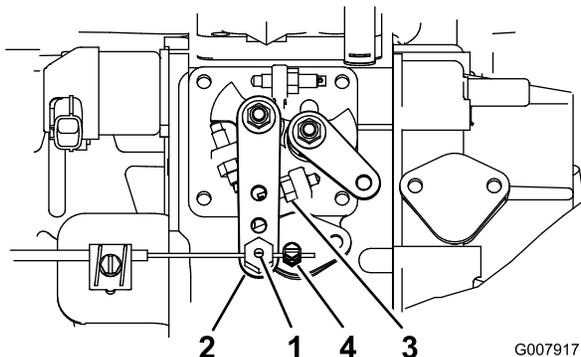

Рисунок 65
2. Ослабьте соединитель на тросике дроссельной заслонки рядом с рычагом насоса для впрыска топлива (Рисунок 65).
3. Удерживайте плечо рычага насоса для впрыска топлива прижатым к упору высокой частоты холостого хода (Рисунок 65).